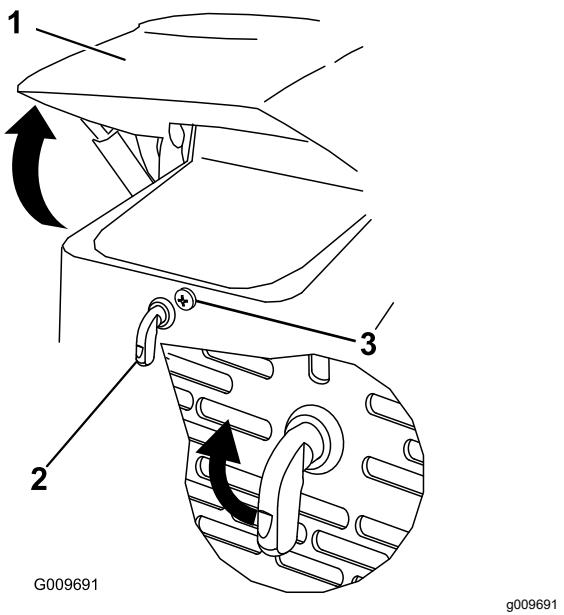

Figura 25
1. Afloje el tornillo de bloqueo del capó (Figura 25)
2. Giro el cierre del capó en el sentido de las agujas del reloj (Figura 25).
3. Levante el capó (Figura 25).
3. Ajuste el tornillo de bloqueo del capó para asegurar el cierre (Figura 25).